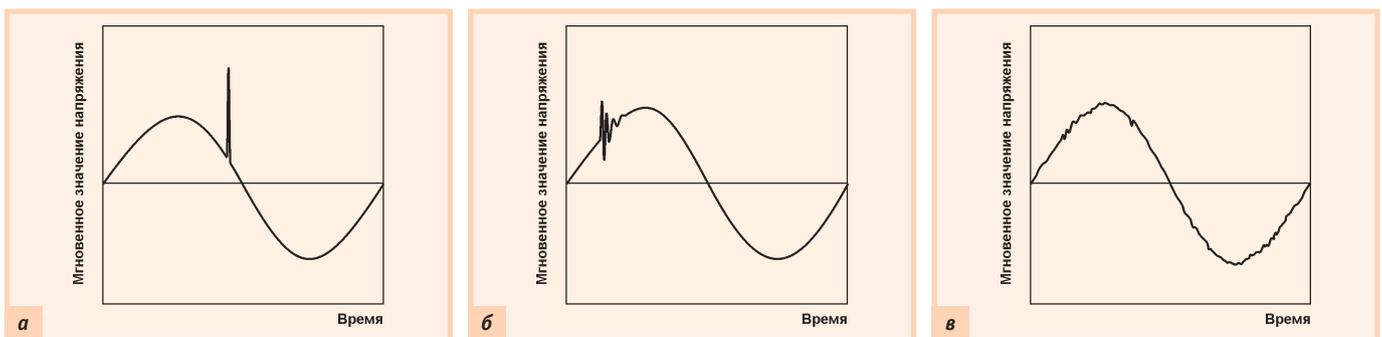
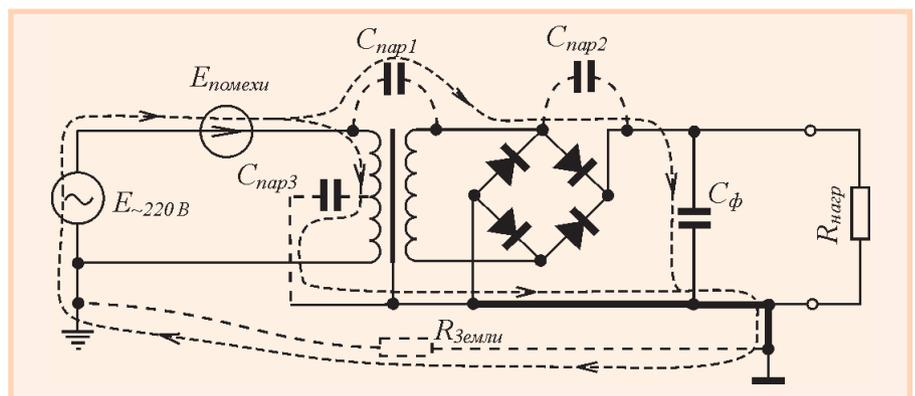
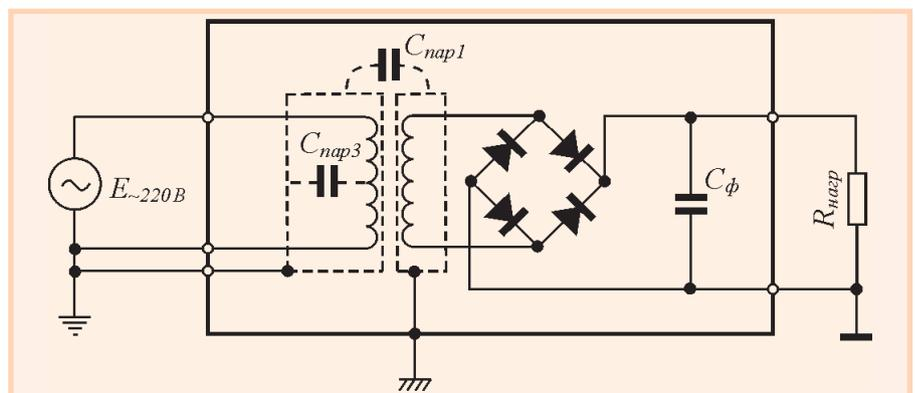

Рис. 10. Виды помех, проникающих из сети питания: а — от разряда молнии; б — при переключении индуктивной нагрузки; в — от радиостанций
Рис. 12. Путь проникновения помехи из сети 220 В (50 Гц) в систему заземления и общий провод источника питания
Рис. 13. Источник питания с тремя типами земель (слева направо): защитной, экранной и сигнальной
- выбросы напряжения от разряда молнии (рис. 10 а);
- кратковременные затухающие колебания при переключении индуктивной нагрузки (рис. 10 б);
- высокочастотный шум (например, помеха от работающей радиостанции), наложенный на синусоиду 50 Гц (рис. 10 в);
Путь проникновения сетевой помехи показан на рис. 12. Силовой или развязывающий трансформатор включён в сеть 220 В (50 Гц). Сеть представлена эквивалентным источником напряжения сети  $E_{-220В}$  и эквивалентным источником помех  $E_{помехи}$ , описанными ранее. Нулевой провод источника сетевого напряжения заземлён на главном щите у ввода в здание. Если выход источника питания тоже заземлён, что часто необходимо для целей электро-безопасности, то возникает путь протекания тока помехи, показанный на рис. 12, включающий сопротивление земли между двумя заземлителями  $R_{земли}$ . Основным звеном в этой цепи является паразитная ёмкость между обмотками силового трансформатора  $C_{пар1}$ , для уменьшения влияния которой часто используют заземлённый электростатический экран (рис. 13). Ток помехи протекает по общему проводу источника питания и заземлителю (рис. 12), создавая на их сопротивлении падение напряжения помехи, о котором речь пойдёт в следующих разделах (на рис. 12 эти участки цепи выделены жирной линией). Ток помехи фактически может замыкаться не на подстанции, а через внутреннее сопротивление других электроприборов, подключённых к электрической сети, а также через ёмкость кабеля.
Путь тока помехи через ёмкость между первичной обмоткой трансформатора и его заземлённым сердечником  $C_{\text{пар3}}$  показан на рис. 12. Этот ток также протекает через общий провод источника питания и заземлитель. Наличие ёмкости приводит к тому, что незаземлённые электроприборы «бьют током». При отсутствии заземления потенциал металлического корпуса приборов, подключённых к сети 220 В, составляет от нескольких десятков до 220 В в зависимости от сопротивления утечки на землю. Поэтому корпуса приборов, включённых в сеть 220 В, должны быть заземлены.
Для уменьшения проникновения помехи в источниках питания используют раздельное экранирование первичной и вторичной обмоток трансформатора, а также разделение сигнальной и корпусной земли (рис. 13). На рисунке сплошной жирной линией нарисован металлический корпус прибора, кружочки обозначают клеммные соединители. Методы соединения различных земель между собой будут описаны далее (см. раздел «Методы заземления»).
В линиях электропередачи разряд молнии принимается на экранирующий провод, который отводит молнию в землю через заземлитель. Экранирующий провод протягивают над фазовыми проводами, однако на фазовых проводах наводится импульс эдс вследствие явления электромагнитной индукции. Этот импульс проходит на трансформаторную подстанцию, где ослабляется искровыми разрядниками. Остаточный импульс проходит в потребительскую линию (рис. 10 а) и через силовой трансформатор — в цепи заземления систем автоматизации (рис. 12).